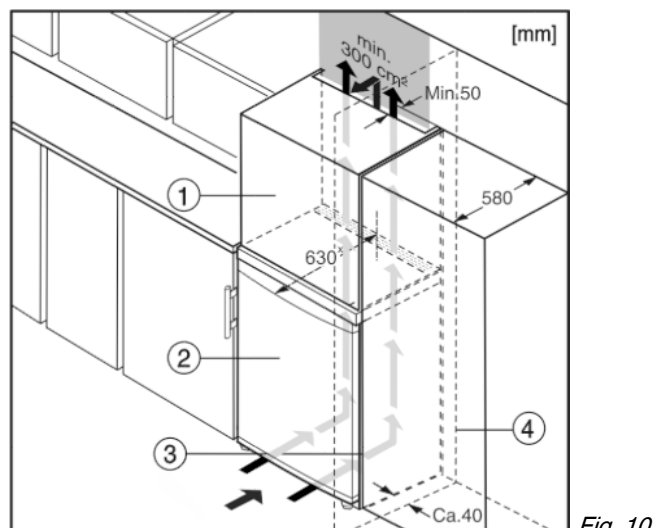

Fig. 10
Ierīci var iebūvēt virtuves skapjos. Lai salāgotu ierīci Fig. 10 (2) ar nišas augstumu, virs tās var ierīkot uzliekamu skapīti Fig. 10 (1).
Ja apkārt ierīcei ir virtuves skapji (dziļums nepārsniedz 580 mm) ierīci var novietot tieši blakus virtuves skapim Fig. 10 (3). Ierīce attiecībā pret virtuves skapi ir izvirzīta par 34 mm* korpusa sānu malās un par 50 mm* korpusa vidusdaļā.
Ja ierīce ar šarnīriem tiek uzstādīta blakus sienai Fig. 10 (4), attālumam starp ierīci un sienu ir jābūt vismaz 40 mm. Tas atbilst atlikušajam attālumam līdz rokturim pie atvērtām durvīm.